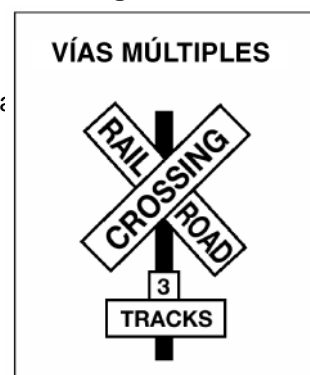

Figura 10.7
**Señales de cruce de ferrocarril.** Esta señal indica un cruce pasivo y exige el paso al tren. Cuando la carretera pasa por encima de más de un par de vías, especifica la cantidad correspondiente. Ver la figura 10.7.